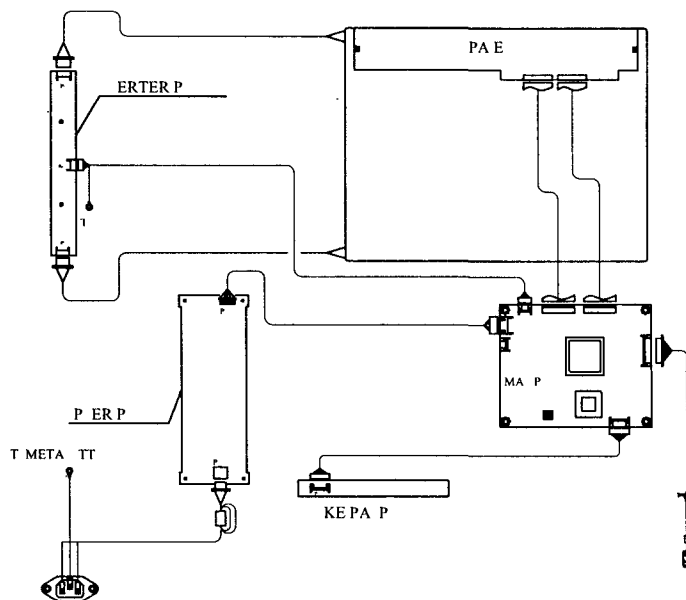
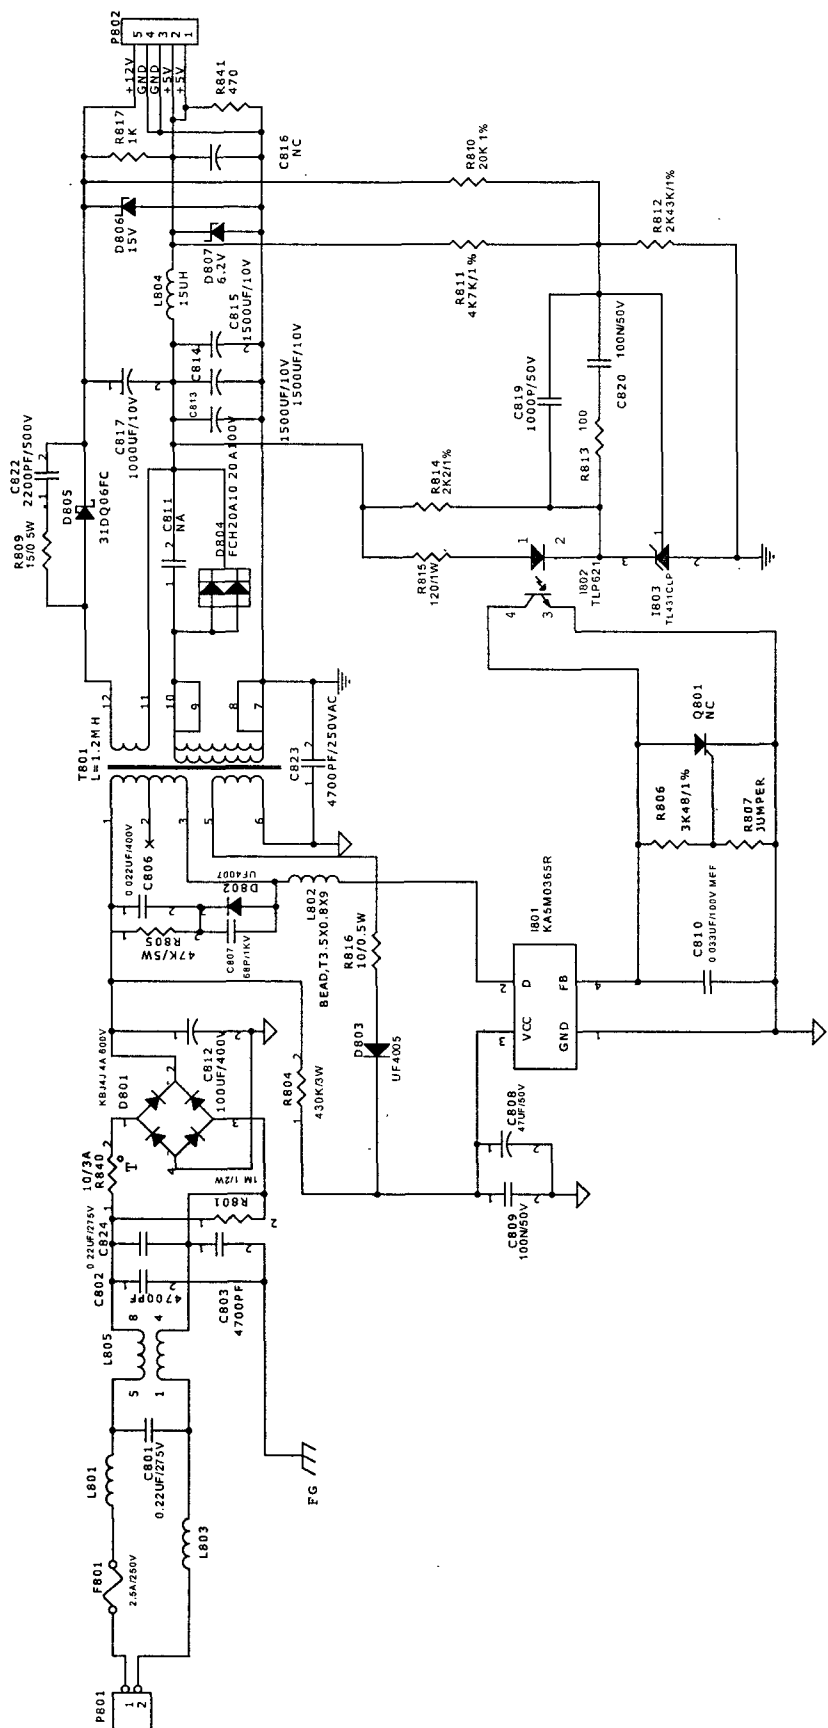

Рис. 11.3. Схема межблочных соединений
Рис. 11.5. Принципиальная электрическая схема. Источник питания
Схема межблочных соединений мониторов приведена на рис. 11.3.
- источник питания (AC-DC POWER) (рис. 11.5);
Стабилизированные напряжения 5 и 12 В, необходимые для работы всех узлов монитора, формируются источником питания (рис. 11.5) и подаются на основную плату через соединительный шлейф P802 — J110 (см. рис. 11.3).